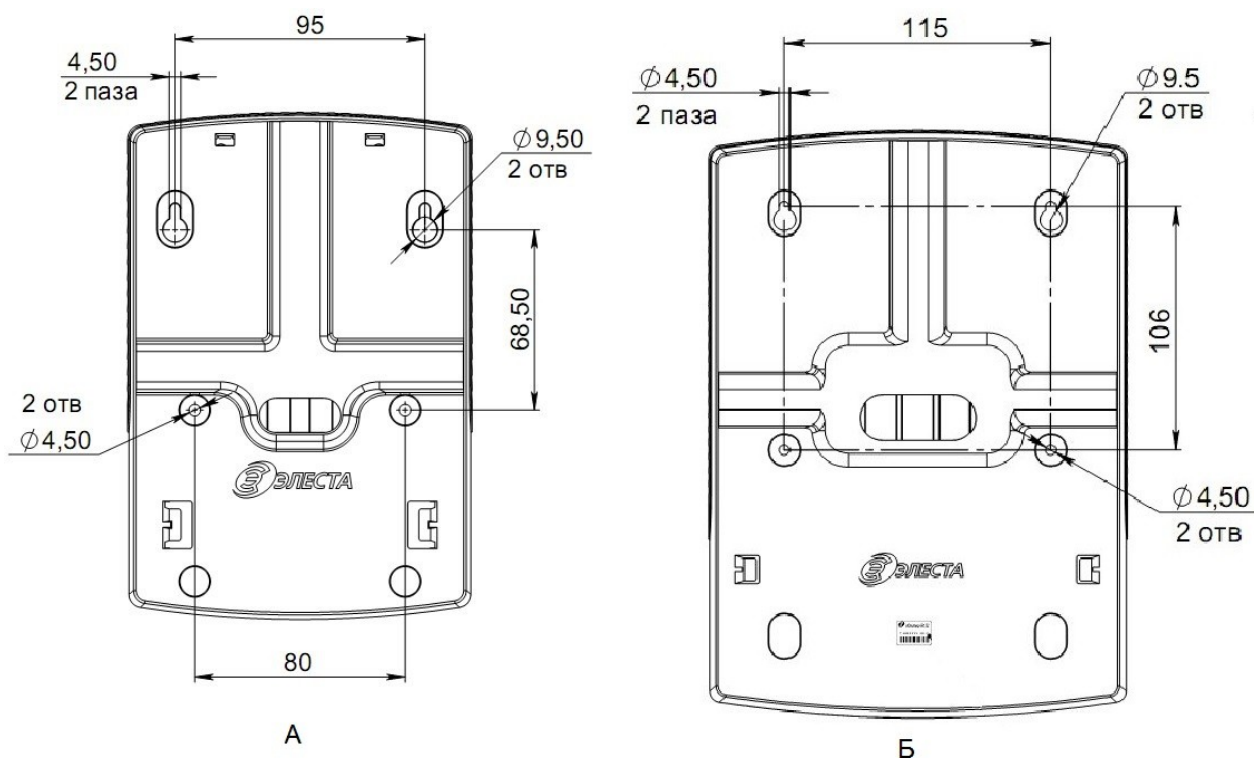

Рисунок 4.2 - Установочные размеры приборов Юпитер-2424, Юпитер-2428 (А) и Юпитер-2425, Юпитер-2429 (Б)
Прибор устанавливается в помещении с ограничением доступа посторонних лиц, в удобном для технического обслуживания месте. Прибор крепится к стене на высоте, удобной для наблюдения за индикацией. Прибор навешивается на два шурупа, ввинченных в стену и крепится двумя другими шурупами через отверстия в основания корпуса (рисунок 4.2).
- 3 Навесьте прибор на стену с помощью двух шурупов, соблюдая установочные размеры (рисунок 4.2);
- 4 Закрепите прибор на стене двумя другими шурупами по установочным размерам (рисунок 4.2), предварительно продев провода внешних подключений через отверстие в основании корпуса.